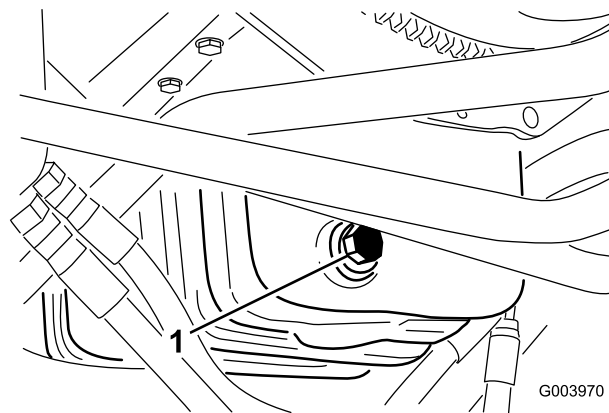

Figura 51
1. Retire o tampão de escoamento (Figura 51) e deixe o óleo escorrer para um recipiente adequado.